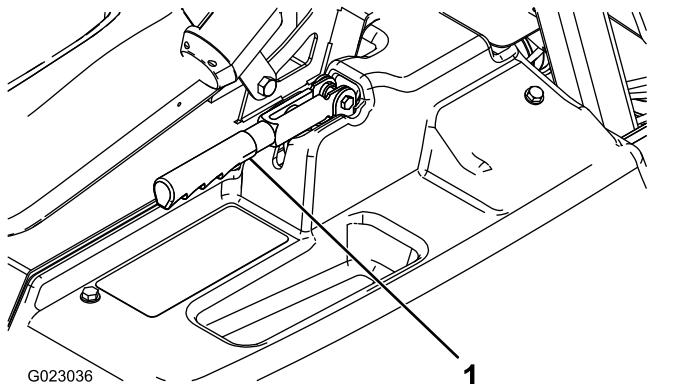

Figura 48
2. Allentate la vite a pressione che fissa la manopola alla leva del freno di stazionamento (Figura 48).